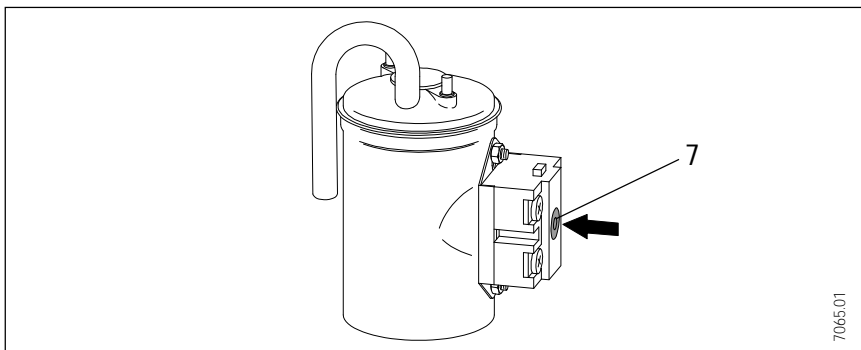

Abb. 21
- Sicherheitstemperaturbegrenzer aktivieren (Abb. 21)